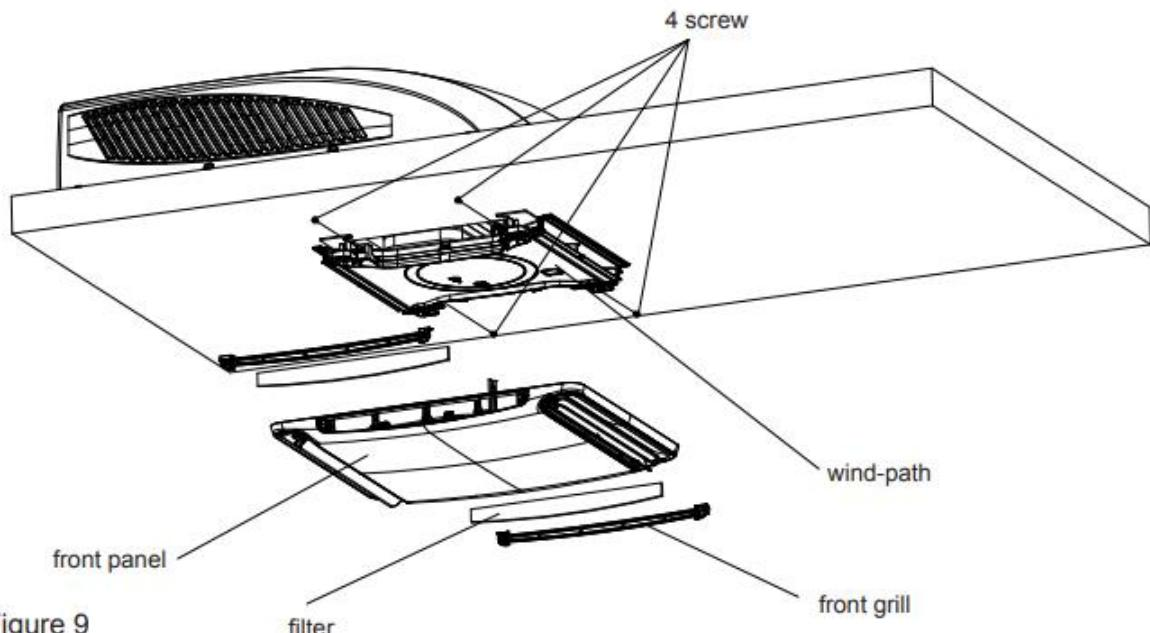

Figure 9
2. Fäst takgallret i takmonteringens vindkanal med 4 skruvar. (se bild 9).